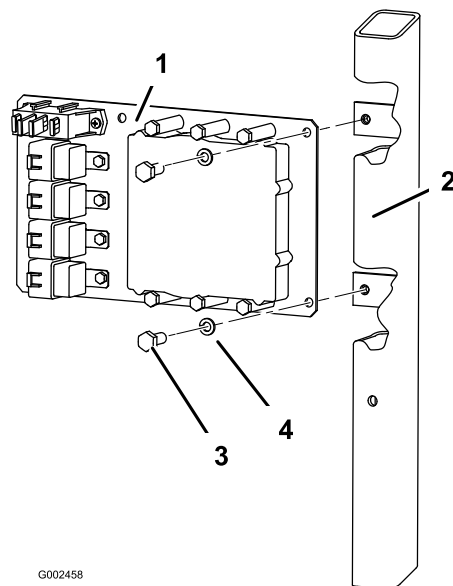

Figure 10
B. Pour les modèles Multi Pro 5600 et 5700, fixez la plaque de montage avec 2 boulons (5/16 x 3/4 pouce) et 2 rondelles de blocage (5/16 pouce) comme illustré à la Figure 10.